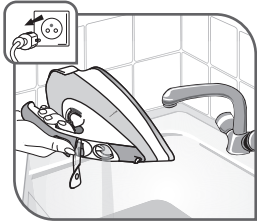

Fig. 17
- Decuplați suportul și goliți rezervorul – fig.17.